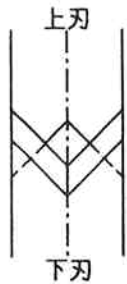

図6
- ・ 刃を取り付けた後、図6のように上刃と下刃がずれていない事を確認して下さい。
カッターブロックとヤトイが平行になっていた場合、又は、上記の事を行ってもずれている場合は、CのネジとBのネジを緩め、図6のように、刃を閉じた状態で上刃と下刃がずれないようにして、Bのネジを締めて下さい。その後に、下刃ホルダーを下刃にしっかりと密着させ、Cのネジを締めて下さい。〈図4参照〉